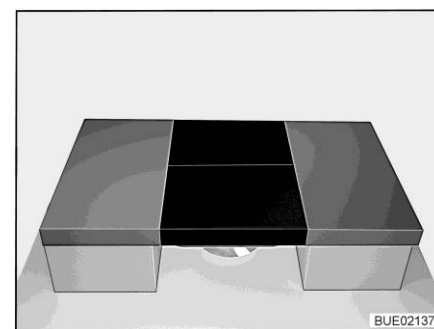

Fig. 168 Dopo la trasformazione
- Posizionare due cuscini aggiuntivi sul tavolo (vedi Fig. 168).